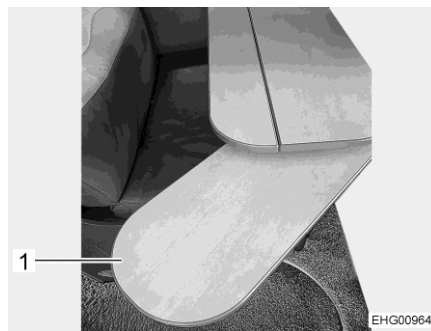

Fig. 34 Piano del tavolo con prolunga
- Estrarre la prolunga (Fig. 34,1) fino all'arresto.